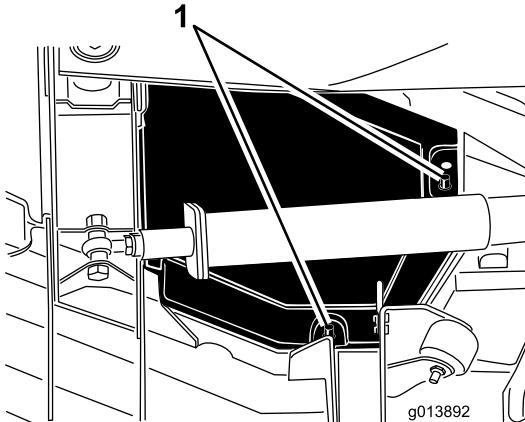

図 45
- 取り付け用のポストから、後側のエッジと内側のエッジ部を外す 図 45。